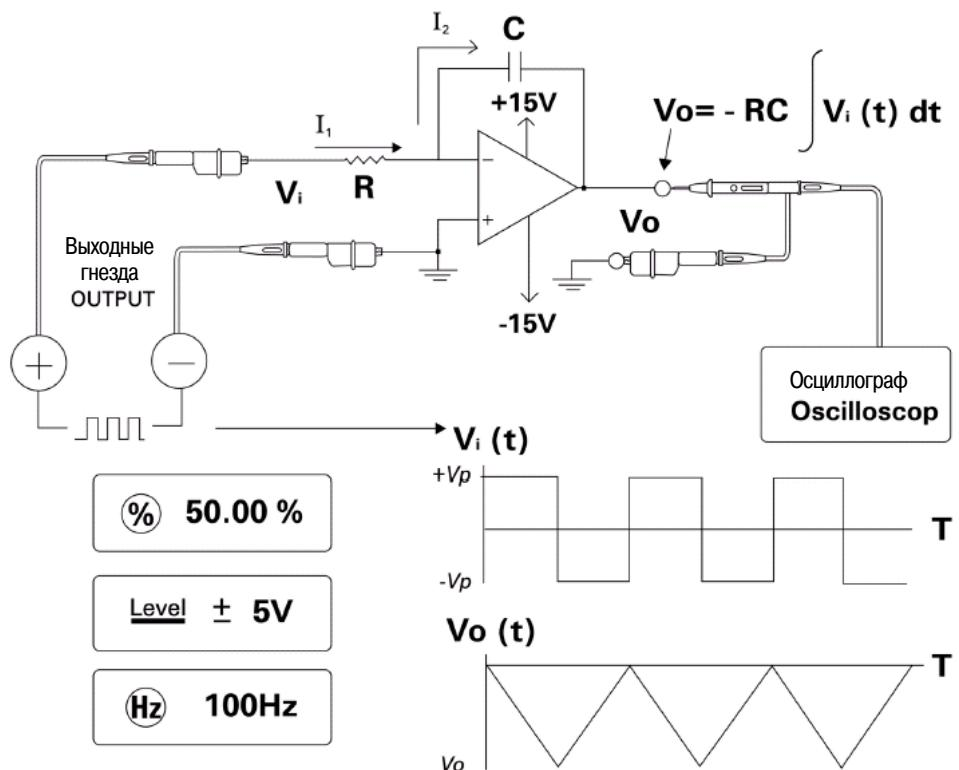

Рис. 5-15 Преобразование сигнала прямоугольной формы в сигнал треугольной формы.
Схема интегратора, показанная на рис. 5-15, обеспечивает выходное напряжение, пропорциональную интегралу входного напряжения. Одним из многих вариантов применения интегратора является преобразование сигнала прямоугольной формы в сигнал треугольной формы.
3. Подключите операционный усилитель, как показано на рис. 5-15.